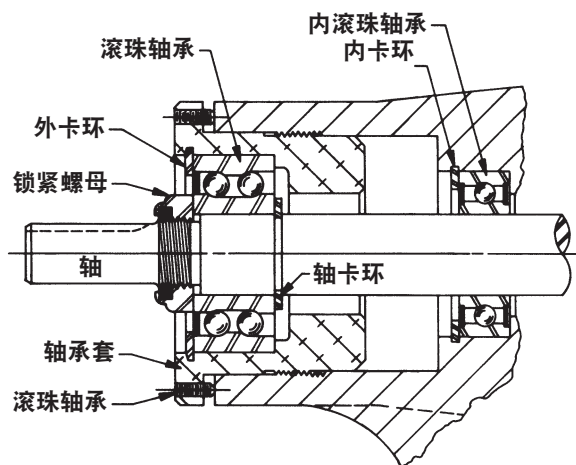
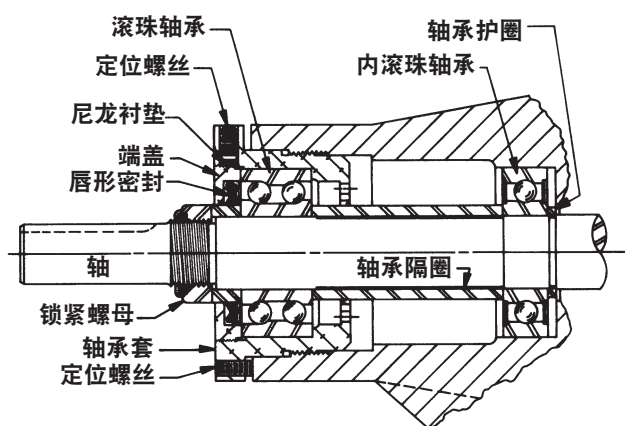

图 9
图 10
6. 从轴上拆下锁紧螺母。请参见图 9 或 10。在端口与转子齿之间插入一根黄铜棒或一块硬木，可以防止轴转动。
7. 松开轴承套表面的两个定位螺丝，逆时针转动推力轴承组件，将它从泵体上卸下。请参见图 9 或 10。
8. 对于 GG、HJ 和 HL 型泵，请从轴上拆下卡环。请参见图 9。
9. 对于 AS、AK 和 AL 型泵，请从轴上拆下轴承隔圈。请参见图 10。
12. 从泵体上拆下内卡环和单排滚珠轴承。请参见图 9。AS、AK 和 AL 型号泵没有这个卡环。
13. 从 AS、AK 和 AL 型号泵上拆下轴承护圈。请参见图 10。
15. 拆卸推力轴承。对于 GG、HJ 或 HL 型号泵，从轴承套上拆下外卡环，之后即可拆下滚珠轴承。请参见图 9。
16. AS、AK 和 AL 推力轴承组件包括唇形帽和端密封，松开轴承套法兰内的两个固定螺丝后，就可以拆下这两样零件了。拆下滚珠轴承。请参见图 10。
13. 在滚珠轴承上涂抹多功能润滑脂 NLGI # 2，然后安装到泵体上，密封侧朝向泵末端。对于 GG、HJ 和 HL 型号泵，请安装内卡环。请参见图 9。
注意：AS、AK 和 AL 型号泵没有卡环，在装轴承之前，必须在轴末端安装轴承护圈。请参见图 10。
14. 把轴承隔圈装到轴上，压住泵体内的单排滚珠轴承（AS、AK 和 AL 型号泵）。请参见图 10。
15. 在推力轴承组件内的内滚珠轴承和双排滚珠轴承之间的润滑室内，装入多功能润滑脂 NLGI#2（装到大约半满状态）。请参见图 9 和图 10。
16. 在双排滚珠轴承上涂抹多功能润滑脂 NLGI#2，然后将其推入轴承套内，防护侧应朝向轴的联轴节端。请参见图 9。（AS、AK 和 AL 型号泵不使用带防护垫圈的轴承）。对于 GG、HJ 和 HL 型号泵，请安装卡环，以便固定轴承。
注意：在 AS、AK 和 AL 型号泵上，应在轴承套端盖内装上唇形密封。唇缘应朝向轴末端。把轴承隔圈套放在唇形密封内，然后装进轴承套，拧紧固定螺丝。请参见图 10。
请参见图 9 和图 10。